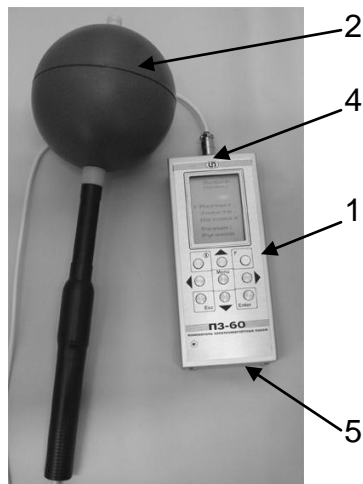

Рисунок 1
**5.3.1** Внешний вид прибора представлен на рис.1.